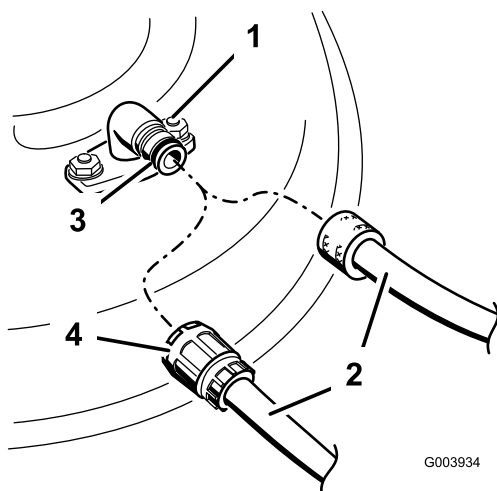

Figura 70
3. Montate il manicotto del tubo flessibile sul raccordo di lavaggio del tosaerba, quindi aprite il rubinetto per erogare un getto forte (Figura 70).